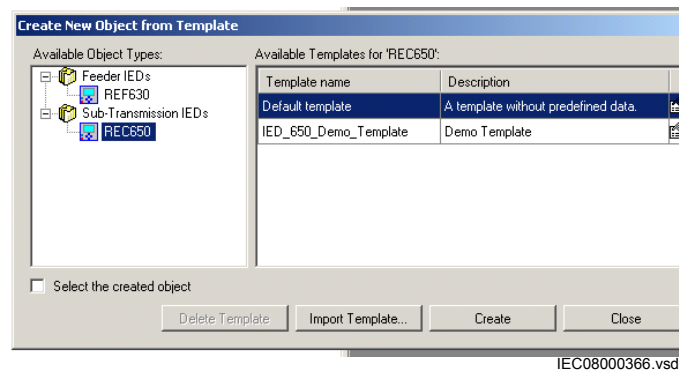

Figure 23: PCM600 : Sélection d'un DEI dans la bibliothèque des modèles
2. Sélectionner *New* et *Create from Template ...* pour ouvrir la fenêtre *Create New Object from Template* ; voir Figure 23.
5. Cliquer sur *Delete Template* pour supprimer le modèle, cliquer sur *Import Template* pour importer un modèle depuis la fenêtre de sélection ou cliquer sur *Create* pour insérer le DEI sélectionné dans la travée, voir Figure 23.